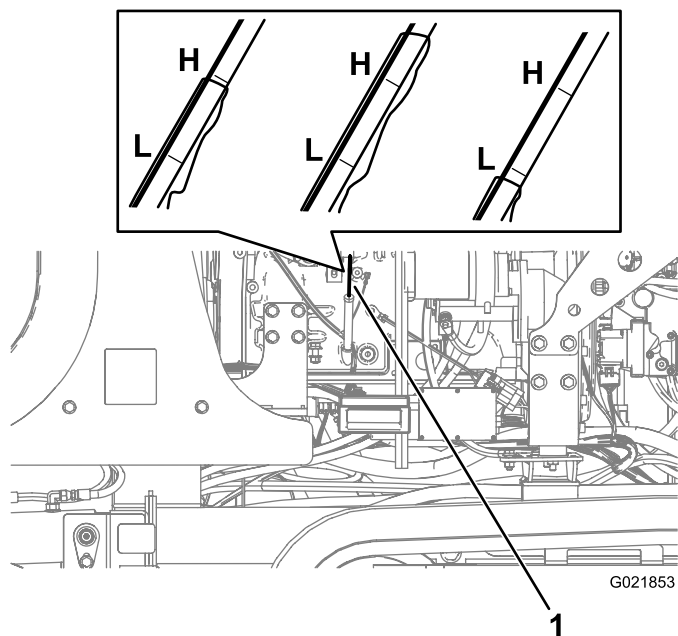

Figure 120
3. Retirez la jauge d'huile (Figure 120) et essuyez-la soigneusement.